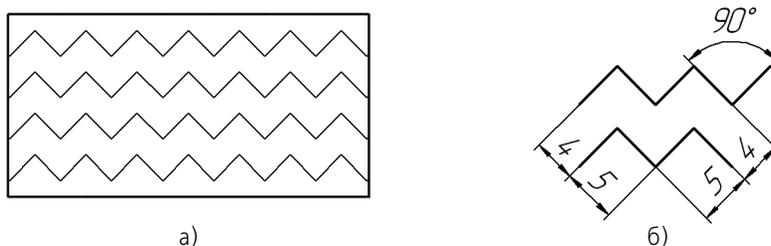

Рис. 131.17. Стил штриховки Смола:
**Задание.** Создайте стил штриховки **Смола** (рис. 131.17). Стил линии штриховки – Тонкая.